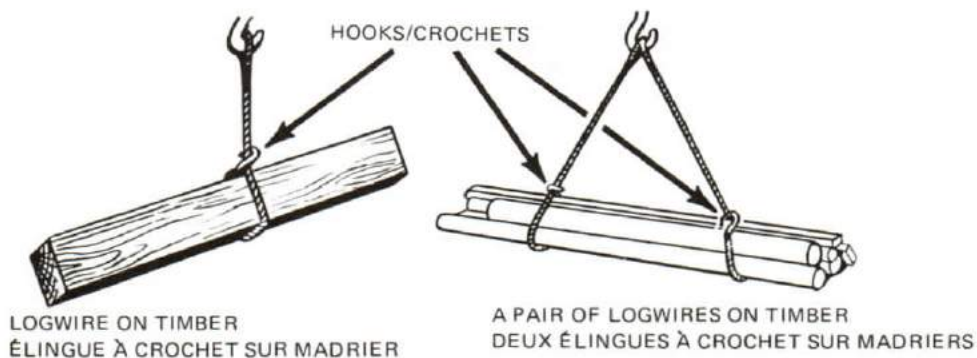

Figure 11-18
5. Along these same lines, a single sling with an eye at one end and a hook at the other is called a logwire. See Figure 11-18. Its purpose is to hoist timber. Logwires may be used singly or in pairs.
5. Dans le même ordre d'idée, une élingue simple munie d'un oeil à une extrémité et d'un crochet à l'autre, s'appelle élingue à crochet (voir la figure 11-18). Elle sert à soulever des madriers. On l'emploie seule ou à la paire.